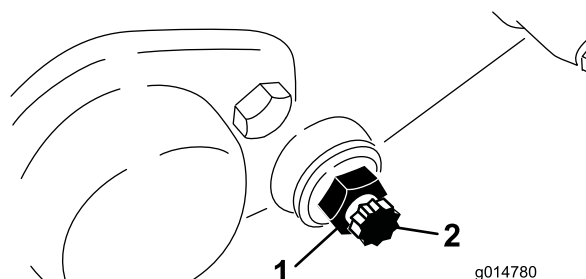

Figura 55
3. Allentate, da ciascun lato della macchina, il controddado che fissa il bullone della barra di appoggio (Figura 55).
4. Togliete i bulloni della controbarra perché quest'ultima possa essere tirata in giù e tolta dalla macchina. Conservate le due rondelle di nylon e le due rondelle in acciaio stampato da ciascun lato della barra di appoggio (Figura 55).